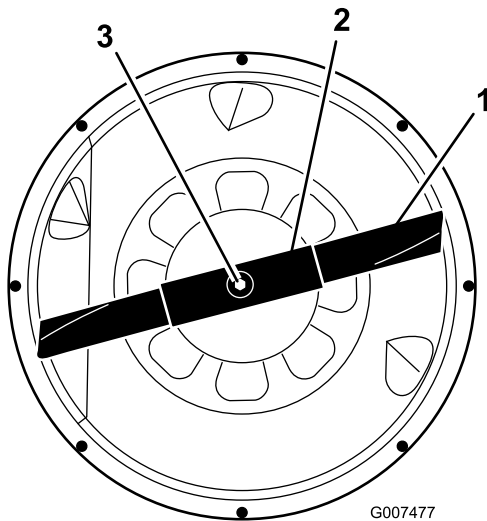

Figura 32
6. Sujete el extremo de la cuchilla usando un paño o un guante grueso. Luego retire el perno de la cuchilla, la arandela curva, el refuerzo de la cuchilla y la cuchilla (Figura 32). Se puede insertar un bloque de madera entre la cuchilla y el cortacésped para bloquear la cuchilla mientras se retira el perno.
1. Instale la cuchilla, el refuerzo de la cuchilla, la arandela curva y el perno de la cuchilla (Figura 32).